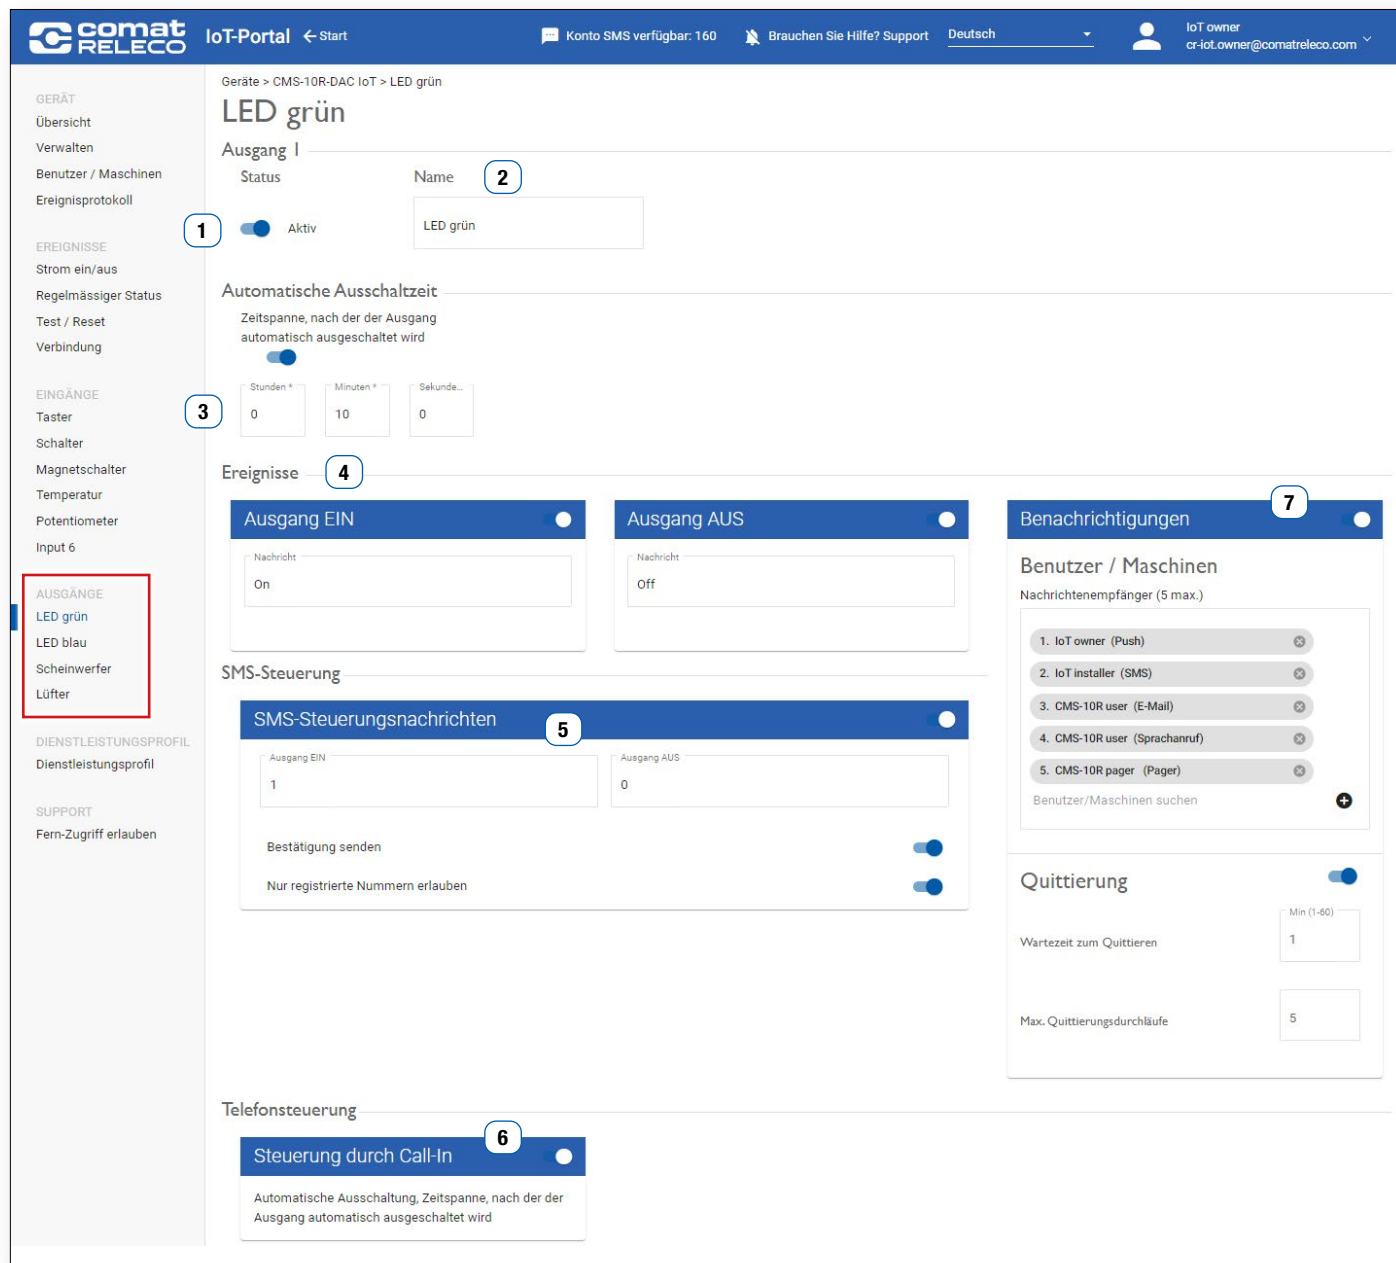

Abbildung 71
Wird eine Zeit für die **Automatische Ausschaltzeit** (siehe Abbildung 71 (3)) eingegeben, schaltet der Ausgang nach dieser Zeit automatisch ab.